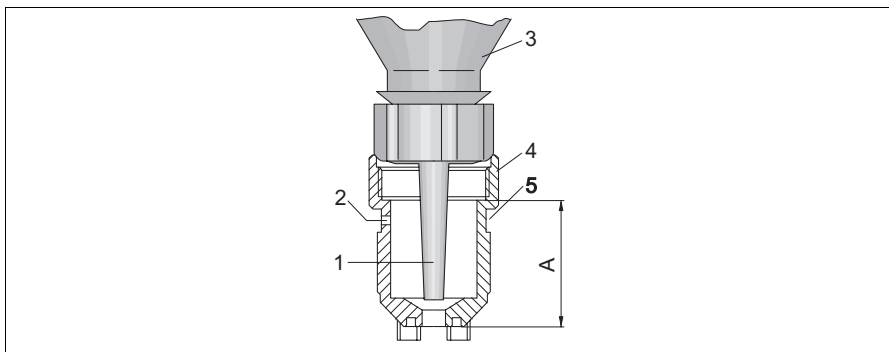

Abb. 8: Membrankappe mit Elektrolytflasche
3. Setzen sie die Elektrolytflasche auf die Membrankappe auf (s. Abb. 8).